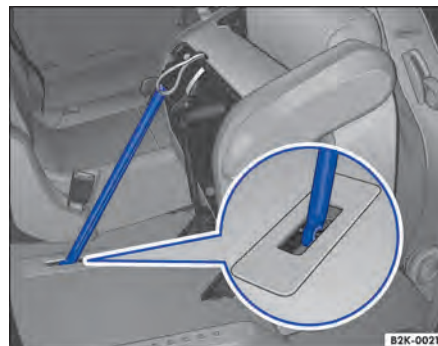

Abb. 72 Zweite Sitzreihe: vorgeklappten Sitz mit Sicherungsstange sichern.
3. Sicherungsstange aus der Halterung lösen und fest in die Sitzverankerung drücken, bis die Sicherungsstange verriegelt ist → Abb. 72.